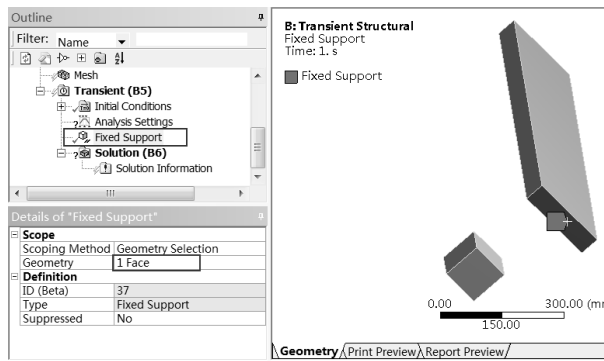

图 12-24 施加固定约束
Step3：单击工具栏中的 （选择面）按钮，选中 Fixed Support 选项，选择下面实体的一端 X 轴方向最大处，单击 Details of “Fixed Support” 面板 Geometry 选项下的 Apply 按钮，即可在选中的面上施加固定约束，如图 12-24 所示。